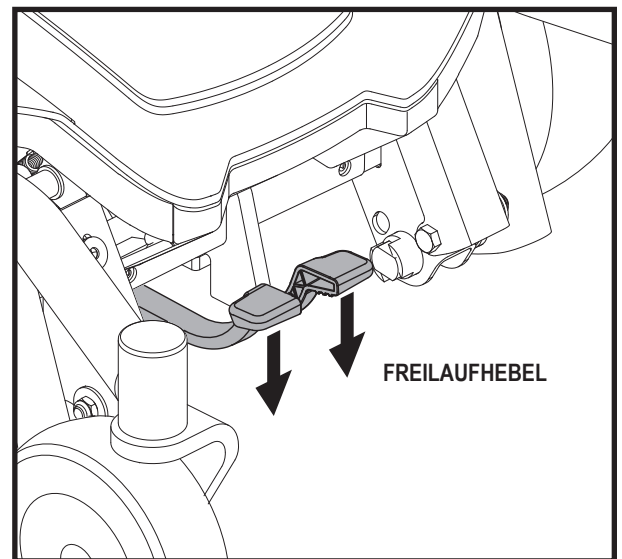

Bild 5. Freilaufmodus (Antrieb deaktiviert)
3. Drücken Sie beide Hebel nach unten, um die Antriebsmotoren auszukuppeln (Freilaufmodus). **Siehe Bild 5.**